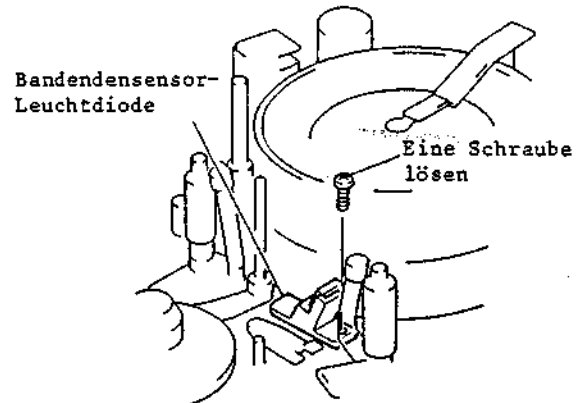

Abb. 2-51 Ausbau der Bandensensor-Leuchtdiode
4. Eine (1) Befestigungsschraube der Bandensensor-Leuchtdiode lösen (siehe Abb. 2-51).